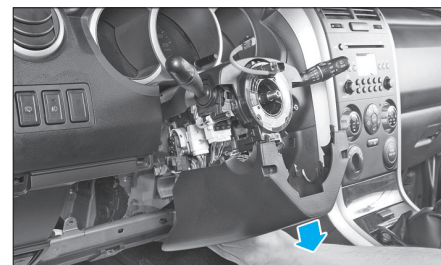

FIG. 33
- Dégrafer la partie inférieure de la partie supérieure (Fig.33).